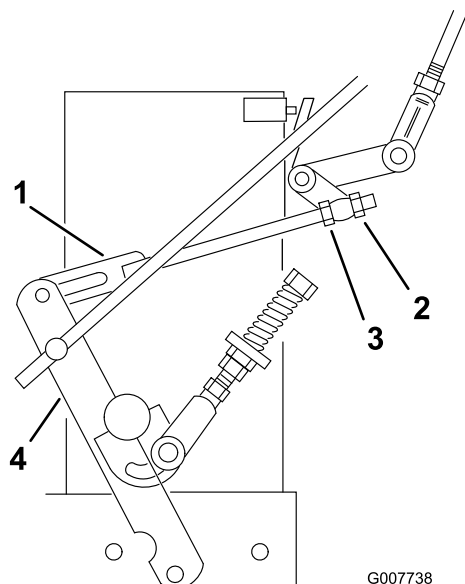

Figura 34
8. Afloje la tuerca de ajuste delantera del acoplamiento izquierdo del control hidráulico, según se muestra en Figura 34.
9. Gire la tuerca de ajuste izquierda trasera en el sentido contrario a las agujas del reloj hasta que la rueda gire hacia adelante (Figura 34).
que la rueda izquierda deje de girar hacia adelante (Figura 34).